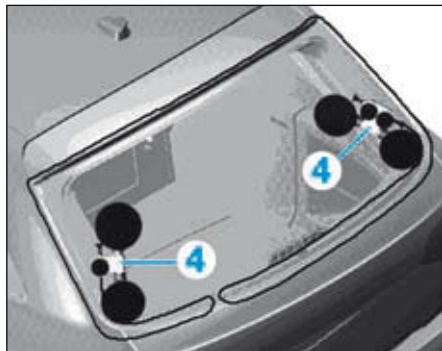

FIG.34
- Fixer les deux enrouleurs (4) sur la face intérieure de la glace (Fig.34).